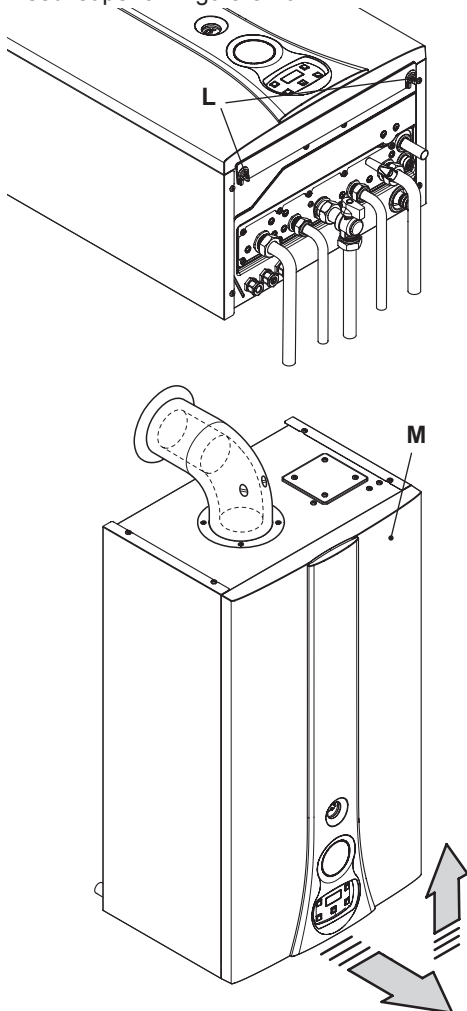

Figura 5.16
- Svitare le viti **L** e rimuovere il pannello frontale **M** tirandolo a sé e quindi spingendolo verso l'alto in modo da liberarlo dalle sedi superiori Figura 5.16.